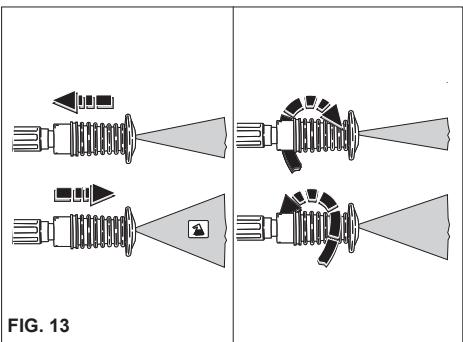

FIG. 13
ANVÄNDNING AV JUSTERBART MULTI-REC-MUNSTYCKE (fig. 13)
- Stäng fästets skyddskåpa när rengöringsmaskinen inte används. (fig. 13)
- 2) Starta tvättaggregatet, aktivera rengöringsmedlets sugarordning på sprutröret och fördela (fig. 13) det på ytan som ska tvättas nerifrån och upp. Låt verka under några minuter.